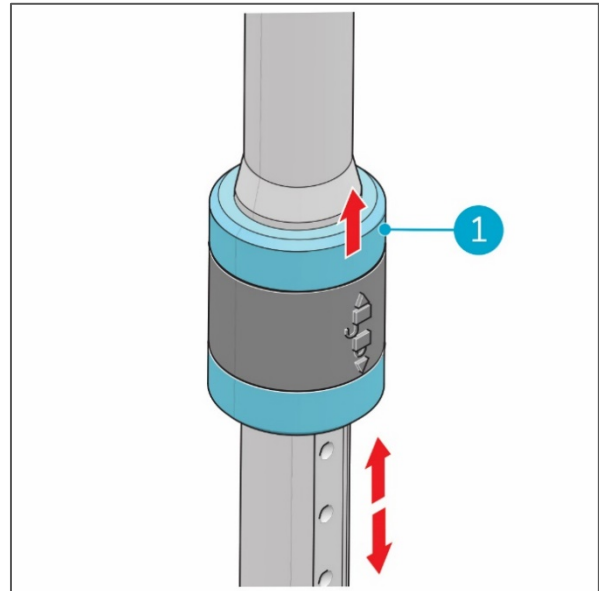

Figure 11
Tirez la bague (Figure 11, pos. 1) du manche vers le haut pour la déverrouiller, réglez la longueur du manche, puis relâchez la bague pour verrouiller.